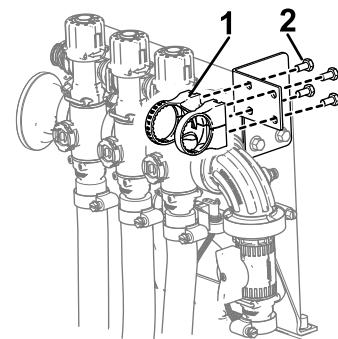

图 20
5. 用 4 个螺栓 (M6) 将控制阀总成安装到控制阀支架上如 图 20 所示。